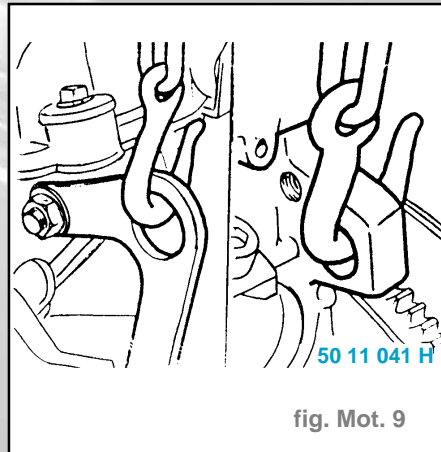

fig. Mot. 9
- Disposition des attaches de levage, à l'avant et à l'arrière (fig. Mot. 9).